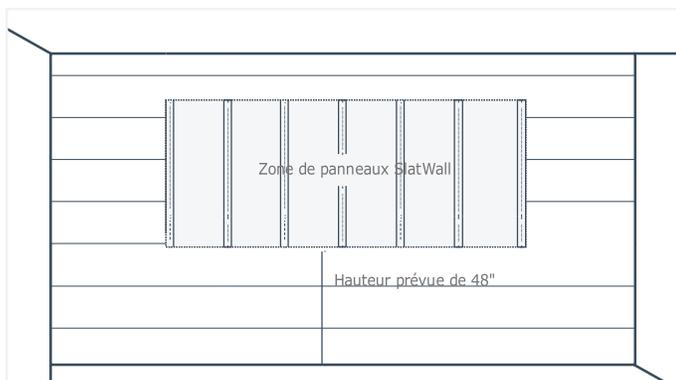

Fig. 22
- La distance entre le sol et le bas du premier panneau SlatWall est un incrément pair de 16 po (la largeur de la face apparente des panneaux pour murs et plafonds). L'assemblage résultant entre les panneaux SlatWall et les panneaux pour murs et plafonds est illustré ci-dessous (Fig. 22).